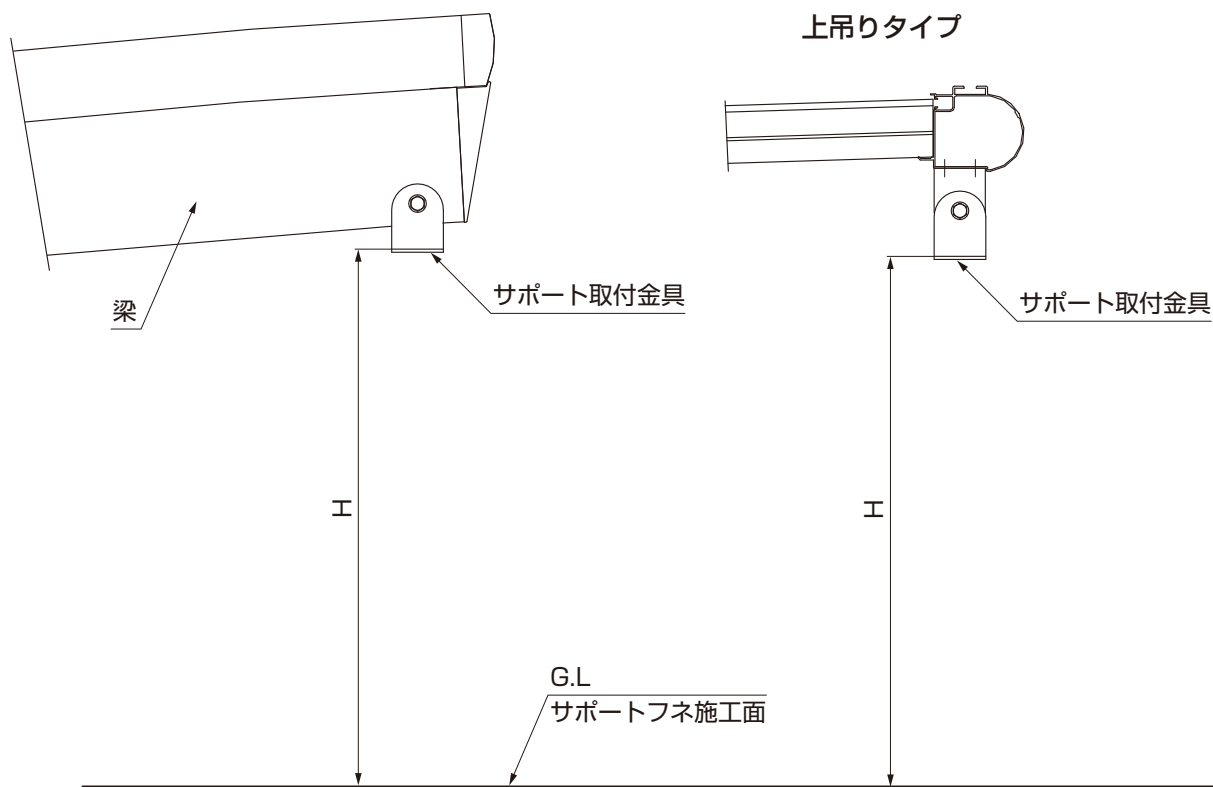

図5-1
- ① サポート本体を取付ける際、取付け機種に合わせて長さを調整してください。
- ② 図5-1のH寸法を採寸してください。
- ①サポート頭部をサポート取付金具または上部の収納金具にカギ孔をあわせて差込み、90°回して引掛けてください。(図5-1参照)